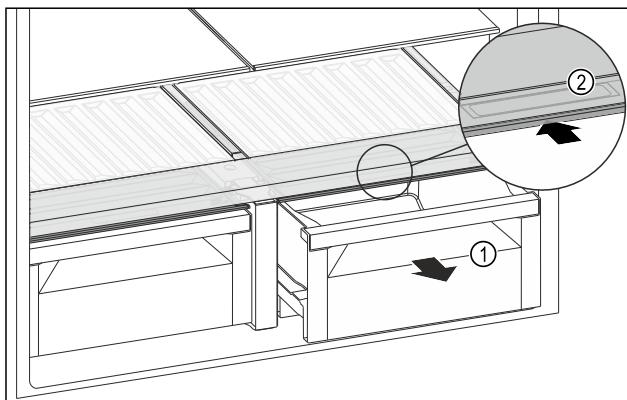

Fig. 127
- Витягніть висувний ящик Fig. 127 (1).
- Візьміться за потайну ручку Fig. 127 (2) на кришці відділення й одночасно посуньте кришку відділення назад.